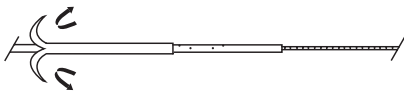

Fig. 3
c) Træk udretteren tilbage efter den indledende fremføring af katetret over kateterlederen, og træk den væk, så katetret kan føres fremad. (Fig. 3)